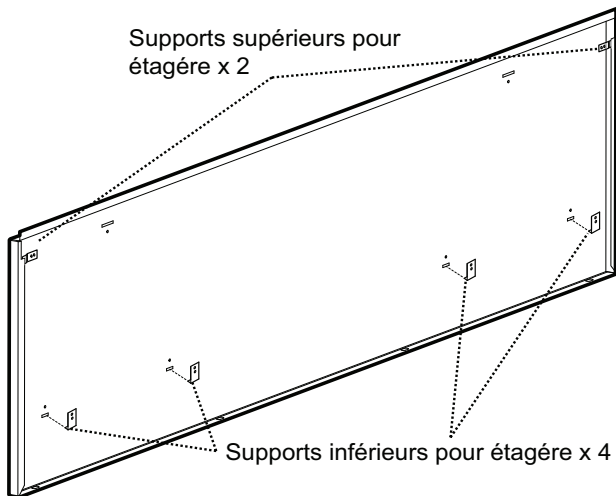

Figure 13 : Dos de la plaque murale
2. Installez les deux supports supérieurs pour étagère et les trois supports inférieurs pour étagère aux endroits indiqués sur les gabarits. Fixez-les en place à l'aide des (10) vis de 1 po (25,4 mm) fournies.
6. Faites glisser l'ensemble de l'étagère vers le haut jusqu'à ce que la partie inférieure s'enclenche dans les quatre supports inférieurs (Figure 13).